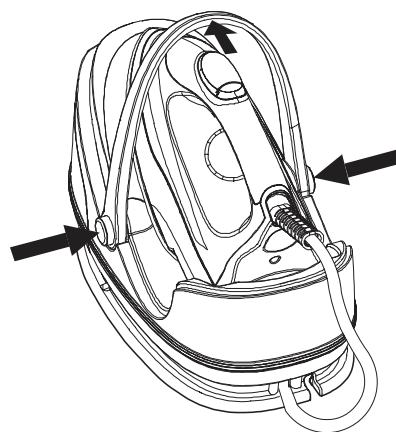

Fig.1
3. Entfernen Sie Sticker und Schutzfolie von der Grundplatte. (Fig1)